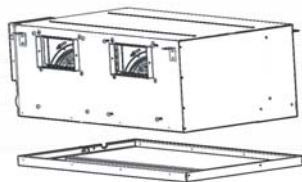

Рис. 11
- 6) Два человека поднимают основание кондиционера, и прижимают его вперед, фиксируя внутри кондиционера (Рис. 11).